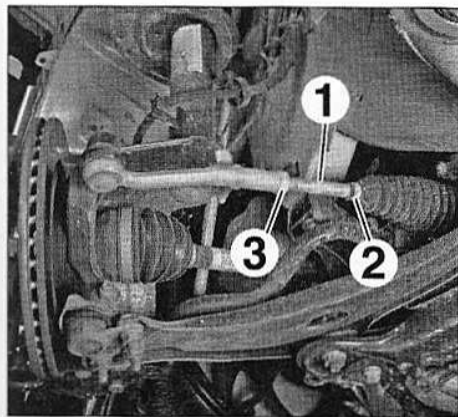

FIG.3
- Le parallélisme se règle par l'allongement ou le raccourcissement, de chaque côté, de la longueur de la biellette de direction, en la tournant par son empreinte hexagonale (1), après avoir desserré le collier (2) et le contre-écrou (3) (Fig.3).